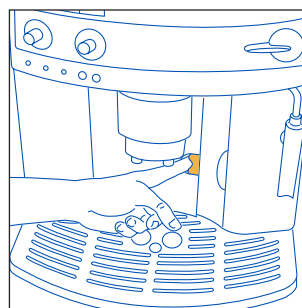
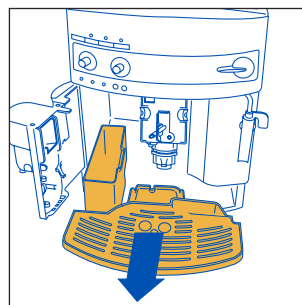

Рис. 15
Рис. 16
ПРИМЕЧАНИЕ 6: кофеварка подсчитывает количество чашек воды, которые были приготовлены. Каждые 14 чашек загорается индикатор ☹, предупреждая, что кассета для кофейной гущи заполнена и ее необходимо вытряхнуть и прочистить. До очистки кассеты для гущи лампа остается горячей, а кофеварка больше не готовит кофе. Для того, чтобы произвести очистку, откройте дверцу для обслуживания, расположенную в нижней части (потянув за специальную ручку, рис. 15), извлеките ванночку для сбора воды, рис. 16, и очистите ее. Тщательно очистите кассету для кофейной гущи, удалив все остатки которые могут находиться на дне. **ОБРАТИТЕ ВНИМАНИЕ:** когда извлекается ванночка для сбора воды, **НЕОБХОДИМО ОБЯЗАТЕЛЬНО** чистить кассету для гущи, даже если она не заполнена. Если эта операция не выполняется, может случиться, что когда будут готовиться последующие порции кофе, кассета переполнится и кофеварка засорится кофе.
- откройте дверцу для обслуживания, рис. 15;
- извлеките ванночку для сбора воды и кассету для гуши, рис. 16 и промойте их;